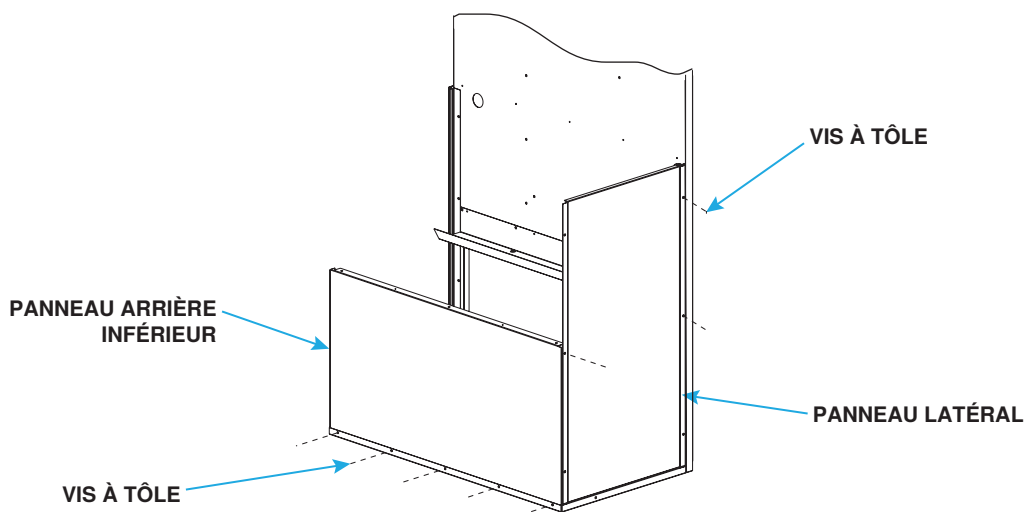

Figure 13. Installer les panneaux latéraux et inférieurs arrière
2. Installez le panneau latéral et le panneau arrière inférieur tel qu'illustré à la **Figure 13** :